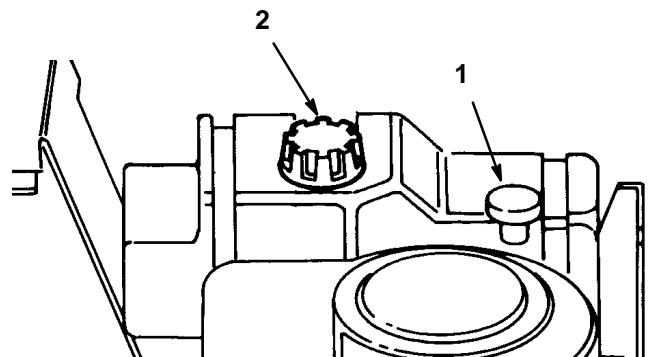

Figure 16
2. Nettoyer les abords de la jauge d'huile (Fig. 16) pour éviter l'introduction de saleté dans l'ouverture de remplissage, qui risquerait d'endommager le moteur.
3. Dévisser la jauge d'huile et bien essuyer l'extrémité métallique (Fig. 16).